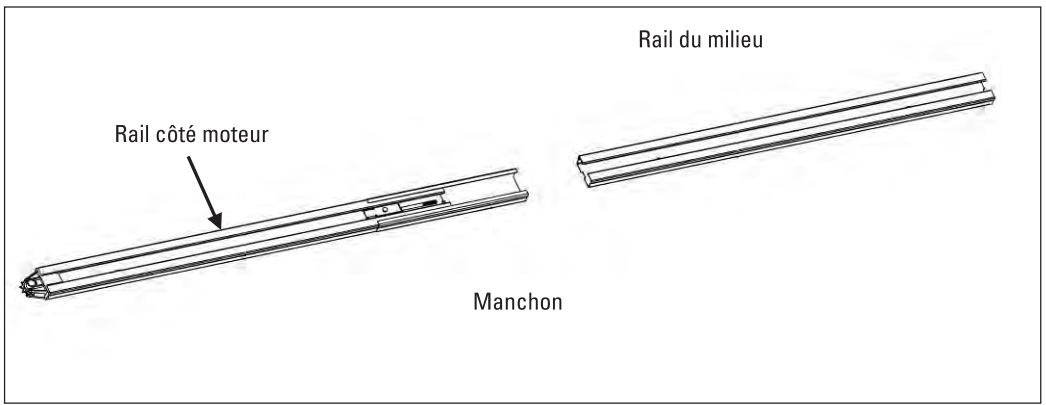

Fig.7
1. Comme sur la figure 7, faire glisser l'extrémité du rail dans le 1^{er} manchon, faire de même avec le rail du milieu.